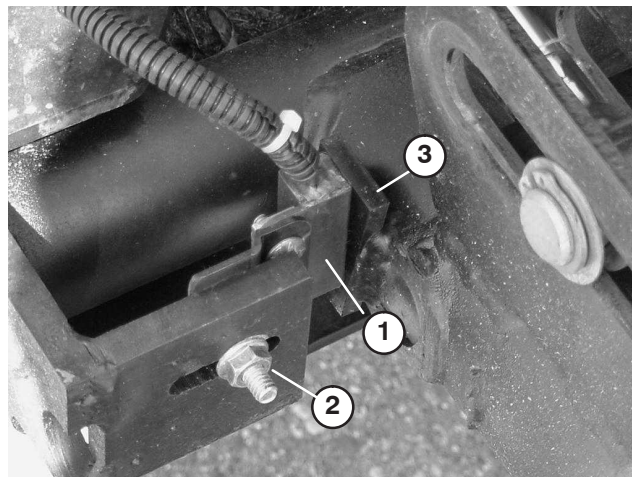

Figure 10
- Desserrez l'écrou du boulon de carrossier qui fixe le support du commutateur de bras de levage au bras N° 4, 6 ou 7 (Fig. 10). N° 4 représenté sur la figure.